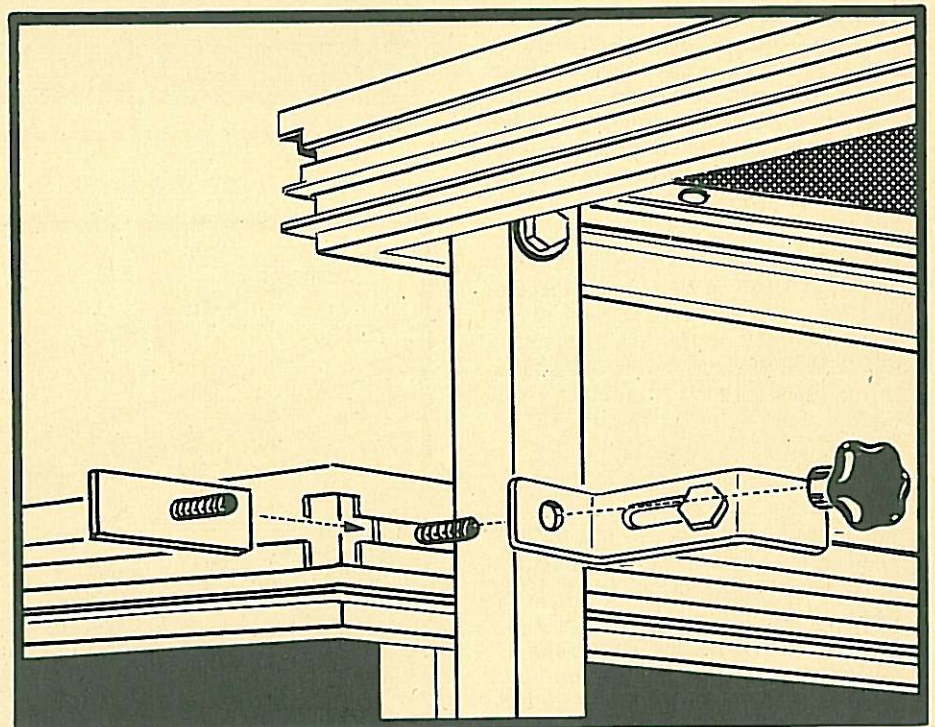

Bild Nr. 14 / Picture No. 14 / Illustration No. 14
**Montage von höhenversetzten Bühnenelementen:** 2 Stück Gewindeschlitten 19200 (M 6 x 20) in die Führung des niedrigeren Elementrahmens einschieben bis an das Fußgestell des höheren Bühnenelements. Kupplungswinkel 19001 aufstecken und mit Kunststoff-Handrad 19220 (M 6) verschrauben. Der Kupplungswinkel ist wegen der Verwendbarkeit für andere Bühnentypen verstellbar gestaltet. (Bild Nr. 14)